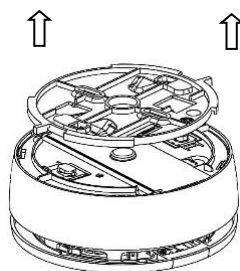

Figura 5
2. Quitar el soporte de montaje de plástico del detector (*ver la Figura 5*).
1. Quitar el soporte de montaje de plástico del detector (ver la Figura 5).